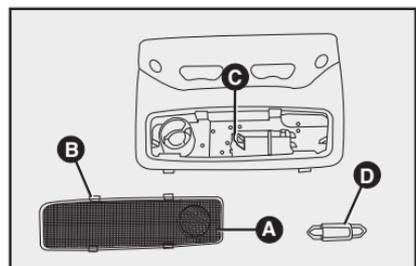

fig. 65
- saque la lente **A-fig. 65** empujando las trabas **B** y sustituya la lámpara **D**, recolocando la nueva lámpara en el alojamiento **C**;